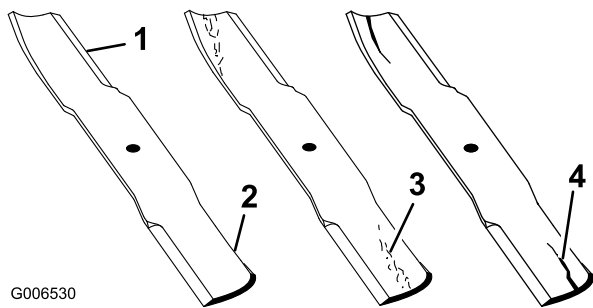

Figura 59
1. Inspeccione los filos de corte (Figura 59). Si los bordes no están afilados o tienen muescas, retire las cuchillas y afílelas. Consulte Afilado de las cuchillas.
- Inspeccione las cuchillas, especialmente la parte curva (Figura 59). Si observa daños, desgaste o la formación de una ranura en esta zona (elemento 3. en la Figura 59), instale de inmediato una cuchilla nueva.